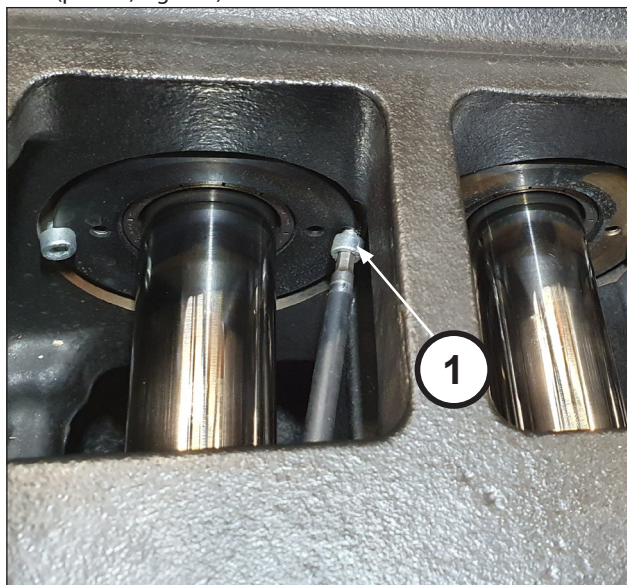

Fig. 138
Desaperte os parafusos de travamento da tampa da junta de óleo (pos. ①, Fig. 138).